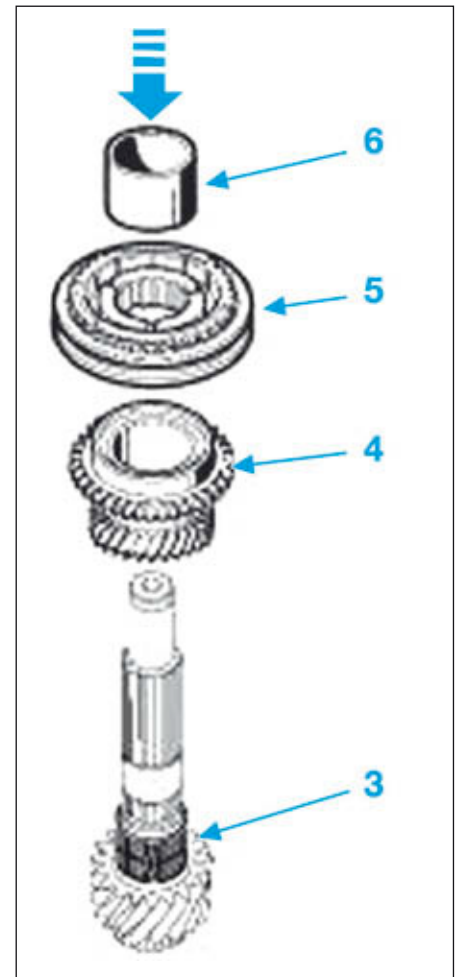
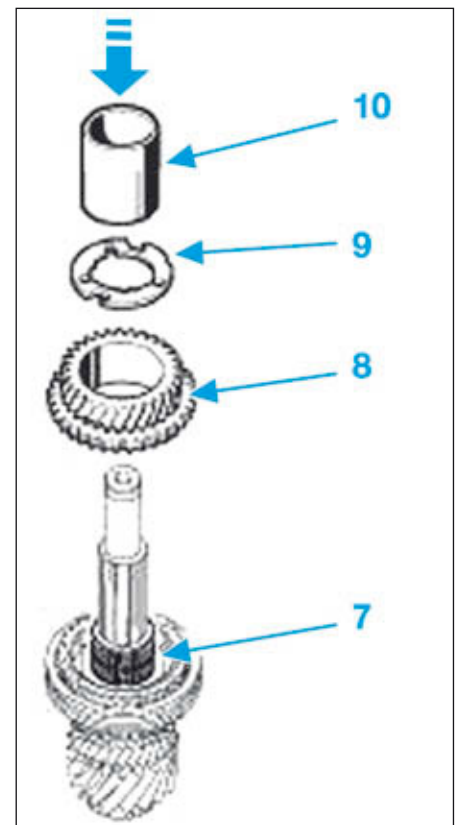

FIG.29
FIG.30
- Poser la cage à aiguilles (3) (Fig.29).
- Reposer le pignon fou de 6^e (4) muni de sa synchronisation.
- Reposer le moyeu baladeur de 6^e/5^e (5) à l'aide d'un mandrin de diamètre approprié (indice "N") (2) approprié faisant du coffret [1] puis aligner les encoches du moyeu avec celles de l'anneau de synchronisation.
- Poser la bague sous pignon fou de cinquième (6) à l'aide d'un mandrin de diamètre approprié (indice "N") et appliquer une pression de 5 tonnes avec la presse d'atelier.
- Mettre en place la cage à aiguilles (7) (Fig.30).
- Reposer le pignon fou de 5^e (8) muni de sa synchronisation, la rondelle cannelée (9) puis la bague sous pignon fou de 2^e (10) à l'aide d'un mandrin de diamètre approprié (indice "N") et appliquer une pression de 5 tonnes avec la presse d'atelier.